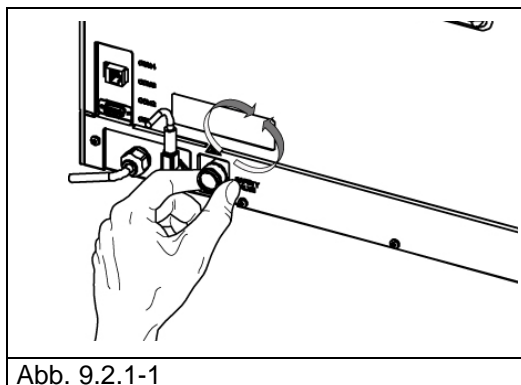

Abb. 9.2.1-1
2. Den Verschluss im oberen Bereich des Ventils (Abb. 9.2.1-1) durch Linksdrehung bis zum Endanschlag losschrauben, bis er sich leer dreht.